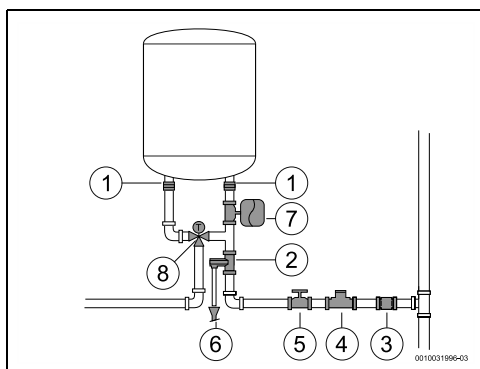

Fig. 11
- Fermer la vanne d'arrêt de l'eau (→ Fig. 11, [5]).
- ▶ installer un réducteur de pression (Fig. 11, [4]). La soupape différentielle se déclenche lorsque la pression d'eau dans l'appareil est supérieure à 8 bars (± 1 bar), et il est donc nécessaire de prévoir un moyen d'évacuer cette eau.
- ▶ installer un vase d'expansion (Fig. 11, [7]) pour empêcher l'ouverture trop fréquente de la soupape différentielle. Le volume du vase d'expansion doit être équivalent à 5% du volume de l'appareil.